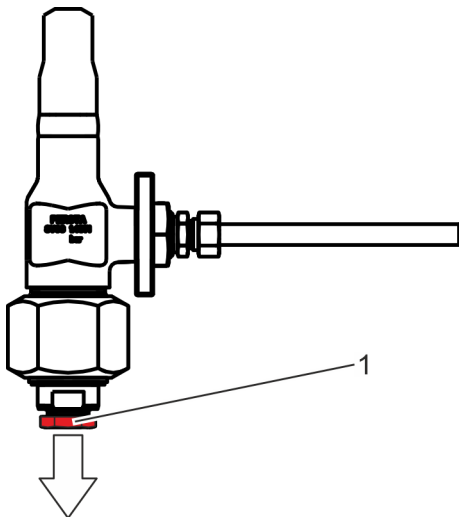

Abb. 15: Ausblasestutzen
2. ➔ Schutzeinrichtungen montieren, um aus dem Ausblasestutzen austretendes Medium (Abb. 15/1) aufzufangen und abzuleiten.